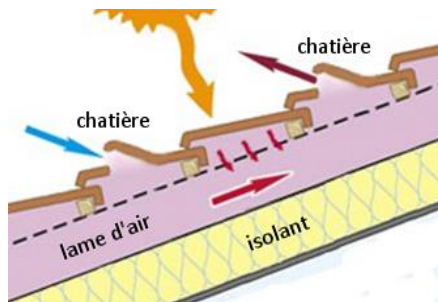

Fig. 5 : ventilation de sous-toiture
1. Les toits orientés sud et ouest sont largement exposés au soleil le plus chaud (après-midi). Ils peuvent alors atteindre des températures de plus de 70°C. L'isolation sera alors d'autant plus efficace si elle est complétée par une **lame d'air conséquente et bien ventilée entre l'isolant et la couverture** (fig 5) : lattage + contre-lattage ou mieux isolation sous chevrons et pas entre chevrons, chatière, faitage non scellé, etc.